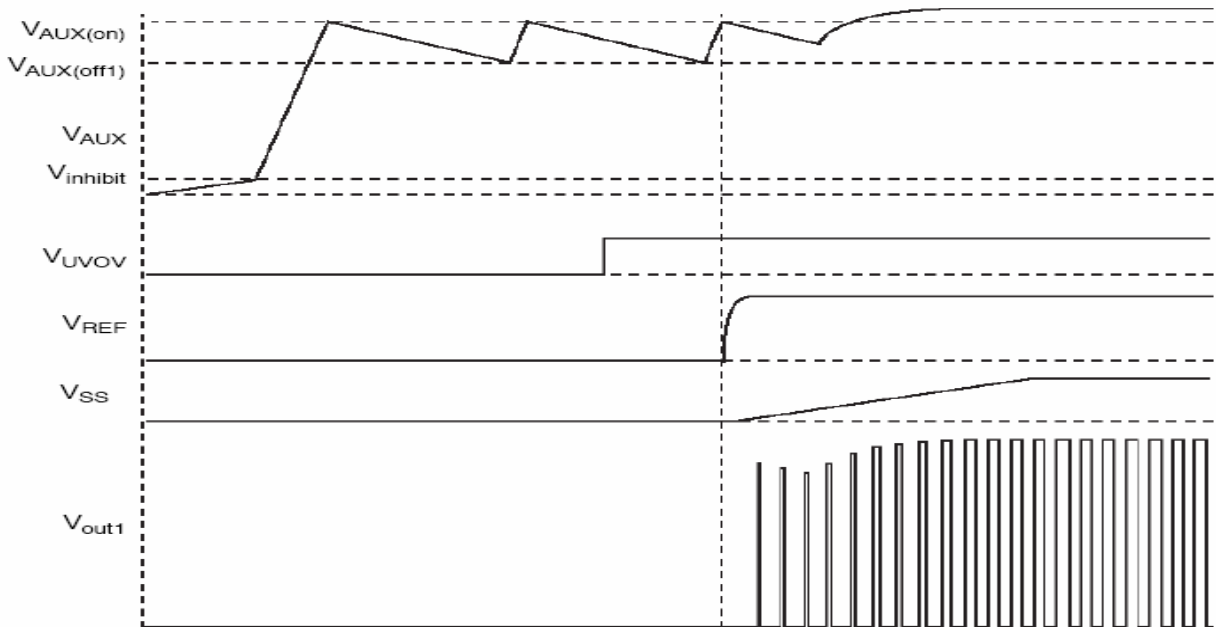

Figure 40. Startup Circuit Waveforms
当  $VAUX$  被充电到 10.3V 时，就会关闭启动电路，同时启动输出，当然是在没有过欠压，跳周期，和热 DOWN 故障的前提下。在  $VAUX$  电压掉到 8V 以前，启动电路是不会动作的。当达到 8V，启动电路会被启动。如果  $CAUX$  外的偏置电流在于启动电流， $VAUX$  将被放电，直到达到较低的电压点  $VAUX (OFF2) = 7V$ 。当达到 7V 时，输出被关断。输出被关断，则 IC 电流就会减小， $VAUX$  将被重新充电。这种工作模式允许减小  $VAUX$  电容的尺寸，因为并不是所有的电源启动电路都要求  $CAUX$  储能。这种供电方式叫做动态自供电 (DSS)。图 40 显示了  $VAUX (ON)$ ， $VAUX (OFF1)$ ， $VAUX (OFF2)$  和欠压 UV 的关系。在 UV 没有移除和  $VAUX$  没达到  $VAUX (ON)$  之前，输出电路是不会动作的。